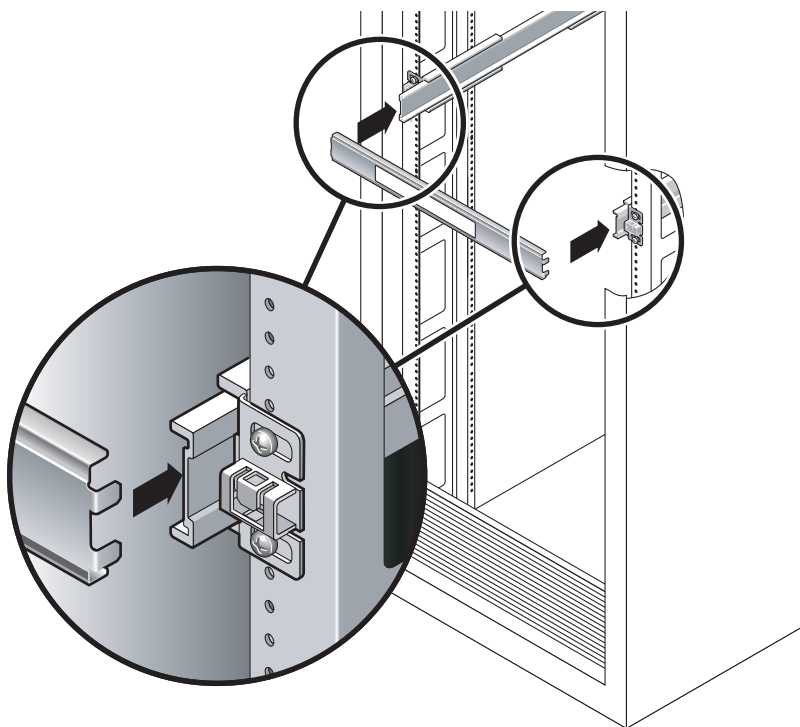

図 3-28 スライドレール間の間隔の調整
- a. ラックの前面で、左のレールの端にツールの左側を差し込みます (図 3-28)。